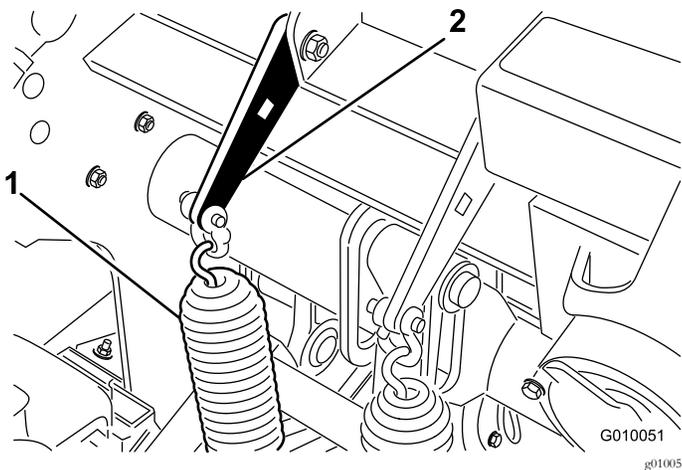

図 36
2. スプリングブラケットをコアリングヘッドに固定しているキャリッジボルトのナットをゆるめる 図 36。ナットは外さないこと。